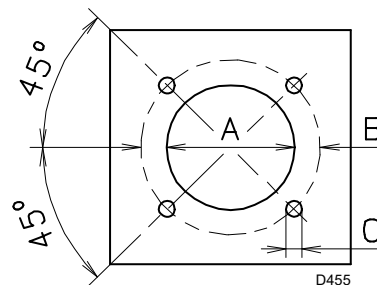

Fig. 13
Percer la plaque de fermeture de la chambre de combustion comme indiqué dans la Fig. 13. La position des trous filetés peut être tracée en utilisant l'écran thermique fourni avec le brûleur.
- Introduire tout le brûleur sur le trou de la chaudière, précédemment prédisposé, (Fig. 13), et le fixer avec les vis fournies de série.